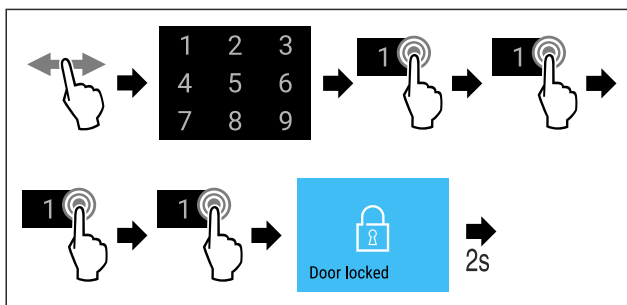

Fig. 74 Reteszelve be az ajtót a 1 1 1 1 ajtókéddal.
- ▶ Hajtsa végre a művelet lépéseit (lásd Fig. 74) .